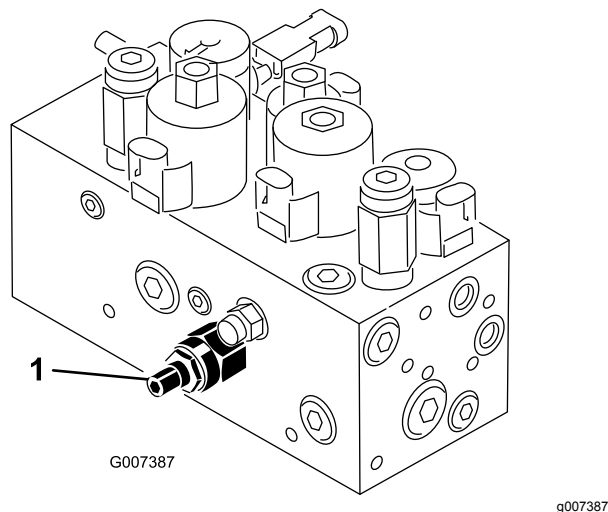

图46
滚刀组提升/降下线路配备有流量控制阀图46。此阀门在工厂的预设值为旋转约 3 圈可以打开但因液压流体温度和剪草速度等的不同可能需要进行调节。
1. 提起座椅找到用于中央牵引架的流量控制阀图46 其位于液压阀箱一侧。